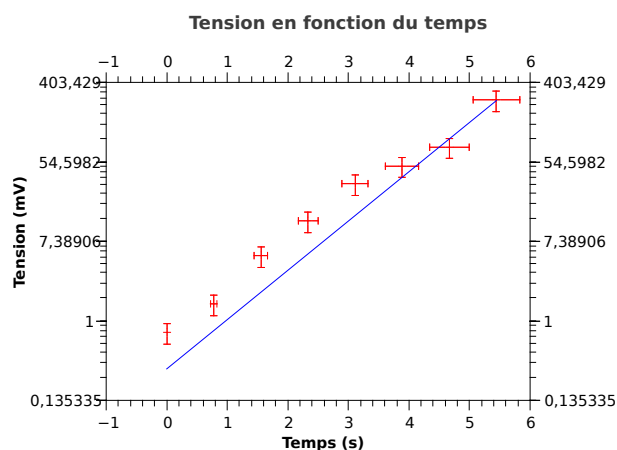

FIG. 4 – Graphe avec ajustement
6. Lorsque des incertitudes sont spécifiées (comme cela devra être le cas dans toutes vos courbes expérimentales), le paramètre permettant de confirmer la validité du modèle est le χ^2 réduit, appelé χ^2/doF dans QtiPlot. S'il est grand devant 1, les incertitudes ont été sous-estimées ; s'il est petit devant 1, elles ont été sur-estimées. Ce paramètre est proche de 1 pour les bons ajustements. Le résultat final est montré sur la figure 4. Attention, l'échelle semilog peut être trompeuse quant à l'accord de l'ajustement avec les données. Le modèle exponentiel est-il vérifié ?